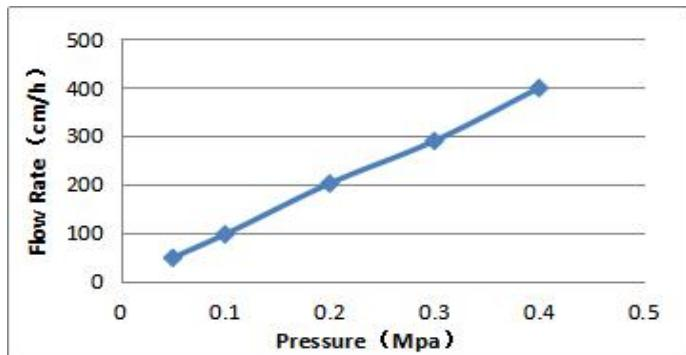

图 1. 介质压力流速曲线（装柱直径 50mm，柱高 150mm）
离子交换介质广泛用于生物制药和生物工程下游蛋白质、核酸及多肽的分离纯化。Smac Q 40 由表面接枝了葡聚糖的高刚性小粒径琼脂糖基质和强季铵 (Q) 阴离子组成，具有高流速、高分辨率优点，可以很好的提高工业下游工艺的生产效率。压力/流速曲线见图 1。